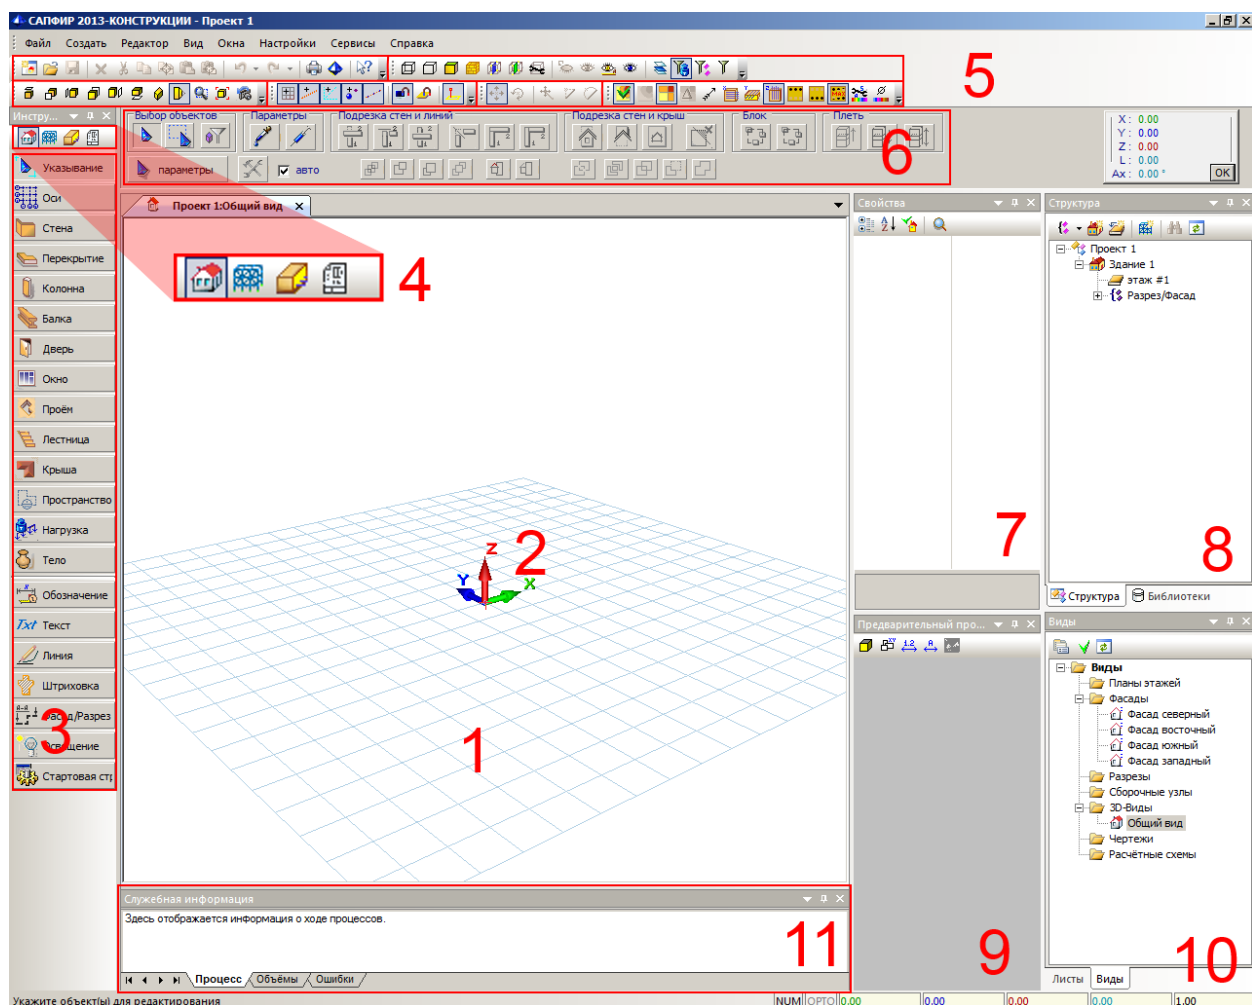

Рис.8.1. Начальные установки и расположение окон в ПК САПФИР
Окно ПК САПФИР условно можно поделить на несколько областей (рис.8.1).
- В служебном окне **Виды** (рис.8.1) выполните двойной щелчок по строке **Общий вид**.